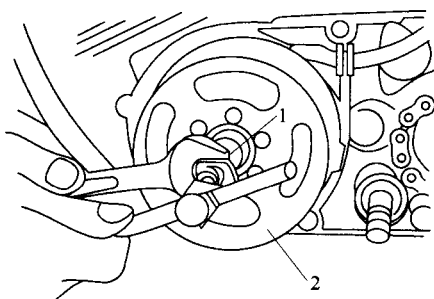

图 1-11 拆卸转子上
(2)按图 1-11 所示,将专用拉拔器 1 旋入磁电机转子螺纹段,顶离磁电机转子和曲轴,取出转子 2,注意收好定位键。